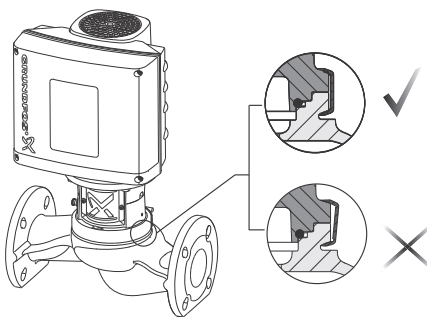

Abb. 11 Positionieren des Spannrings
- Das Spannstück muss korrekt in die Aussparung für den Flansch am Pumpenkopf und am Pumpengehäuse gesetzt werden. Siehe Abb. 11.